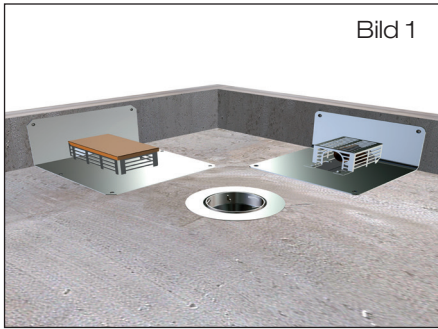

Bild 1
1. Klebefläche nach den Vorgaben des Flüssigkunststoff-Herstellers vorbereiten (Bild 1 und 1.1). Gemäß Flachdachrichtlinie (Kapitel 3.6.4.2 (5)) ist eine Vorbehandlung des Untergrundes erforderlich.